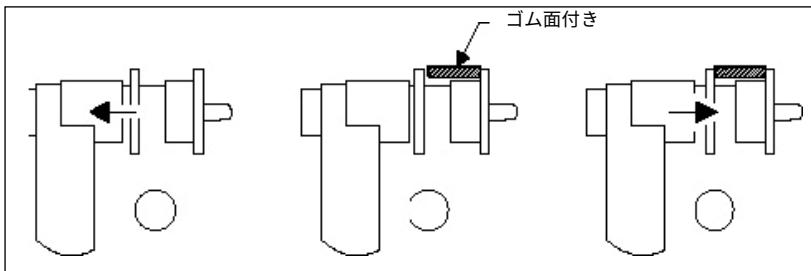

図 F3.12 鉛を貼り付けるための距離定規の使用
- 2) 図 F3.12 のように、左側のウィンドウに表示されているアンバランスマップ（内側のアンバランスの量）に対応するバランスウェイトを定規ヘッドに置きます。